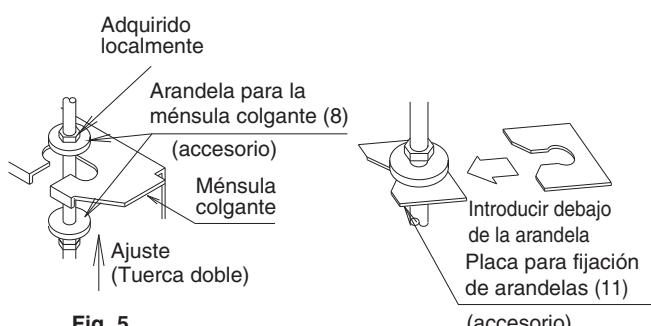

Fig. 5
(1) Instale en forma temporal la unidad interior.
- Fije la ménsula colgante al perno de suspensión. Fíjela bien con tuerca y arandela desde sus lados superior e inferior. **(Refiérase a la Fig. 5)**